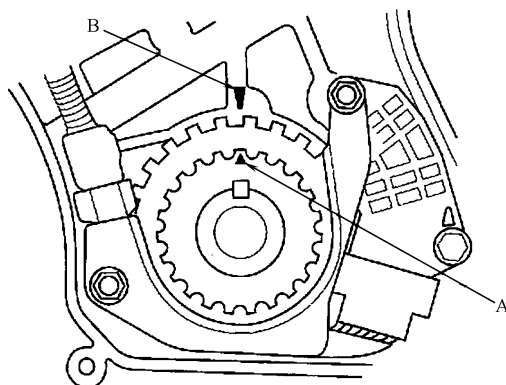

图 23-34 驱动轮标记 A 与指针 B 对齐
2) 按照图 23-34 所示, 转动正时带驱动轮, 使驱动轮上的标记 A 与机油盘上的指针 B 对齐。